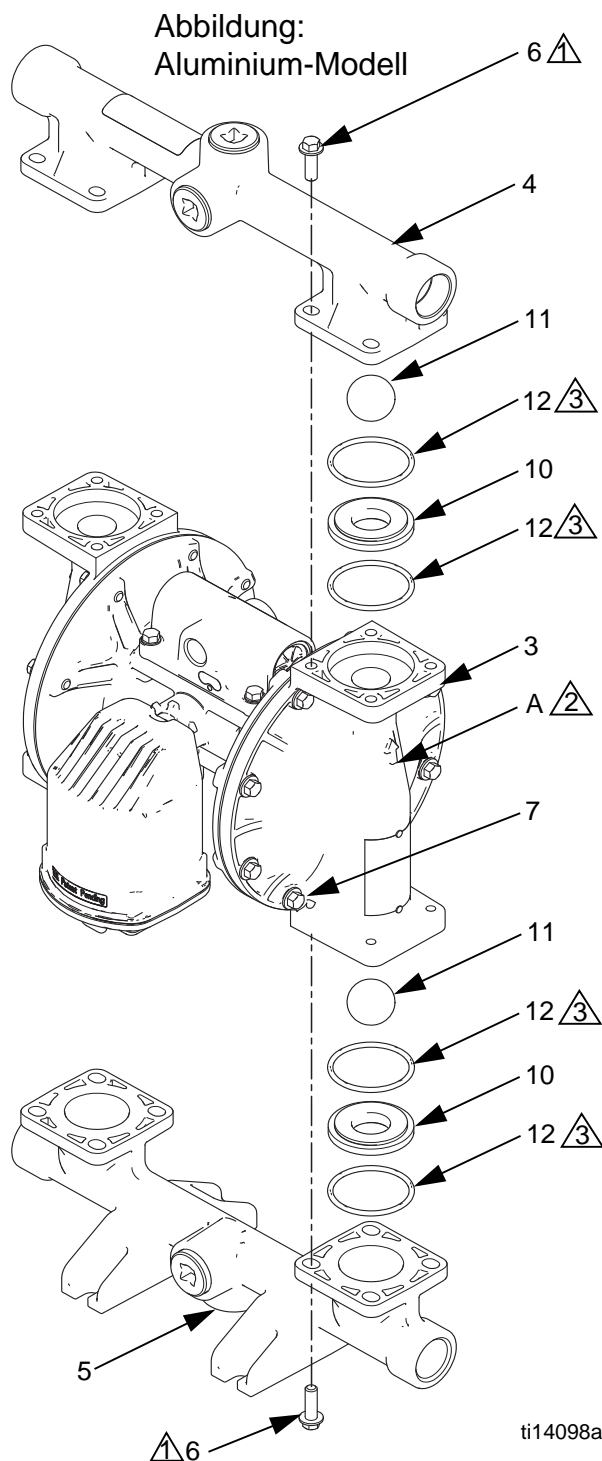

ABB. 6. Rückschlagventilsatz
3. Zum Entfernen der Auslassverteilerbefestigungen (6) einen 10-mm-Steckschlüssel verwenden. Siehe ABB. 6.
2. In umgekehrter Reihenfolge wieder zusammenbauen, dabei die Hinweise in ABB. 6 beachten. Sicherstellen, dass die Kugelventile (10–12) und Verteiler (4,5) **genauso** wie in der Darstellung zusammengebaut sind. Die Pfeile (A) auf den Materialabdeckungen **müssen** zum Auslassverteiler (4) zeigen.
- ➡ Pfeil (A) muss zum Auslassverteiler zeigen.